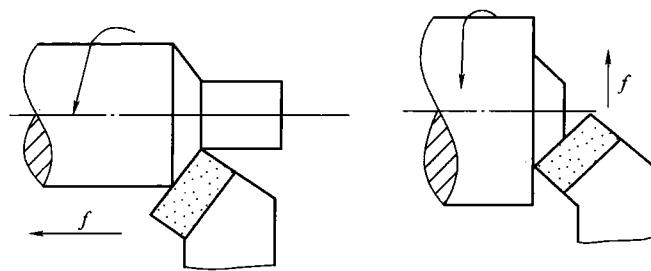

图 1-5
5. 标出图 1-5 所示每把车刀工作时的主切削刃和副切削刃。